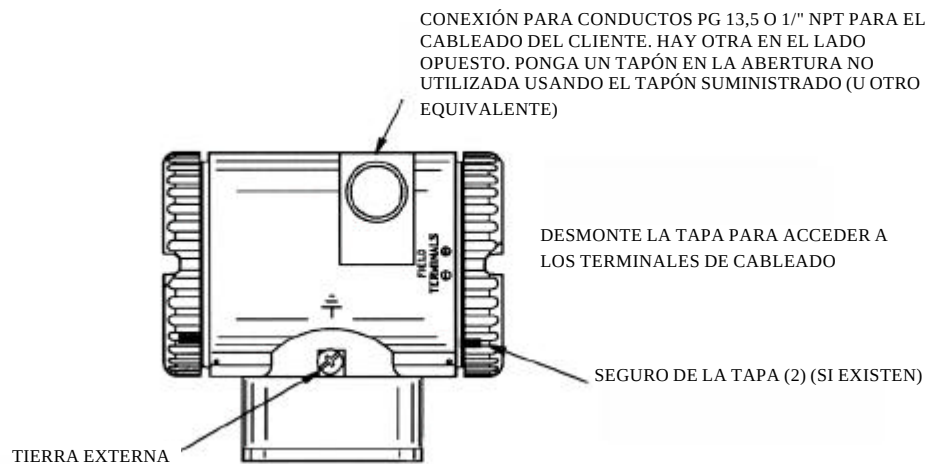

Figura 23. Acceso a los terminales de la instalación
Se suministran de serie unos seguros en las tapas de la caja de los componentes electrónicos, que se muestran en la figura 23, con las homologaciones de determinados organismos y como parte de la opción de seguro y precinto de la transferencia de la custodia.
Para acceder a los terminales de instalación, rosque el seguro de la tapa (si existe) en la caja para dejar libre la tapa roscada y desmonte la tapa del compartimento de los terminales de instalación tal como se muestra en la figura 23. Tenga en cuenta que están grabadas las palabras **FIELD TERMINALS** (terminales de instalación) para identificar el compartimento correcto.
2. Pase cables de señales (típicamente de 0,50 mm² o 20 AWG) a través de una de las conexiones para conduits del transmisor como se muestra en la figura 23. Utilice cables de par trenzado para proteger la salida de 4 a 20 mA y/o las comunicaciones remotas contra el ruido eléctrico. La longitud máxima recomendada para los cables de señales es de 1.800 m (6.000 ft)
2. Pase los cables de alimentación y salida (típicamente de 0,50 mm² o 20 AWG) a través de una de las conexiones para conduits del transmisor como se muestra en la figura 23. Si se utiliza una conexión de 4 hilos, utilice un cable de par trenzado en el lado de la salida para proteger la salida de 1 a 5 V c.c. contra ruido eléctrico.